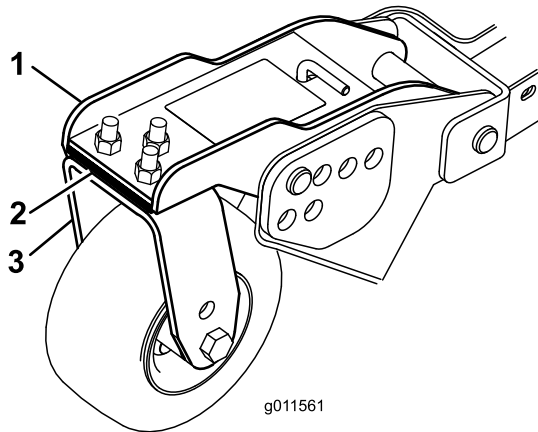

Figura 28
3. Regolate gli spessori (3 mm) sul braccio (o bracci) della ruota orientabile, finché l'altezza di taglio non corrisponde al valore riportato sull'adesivo (Figura 28).